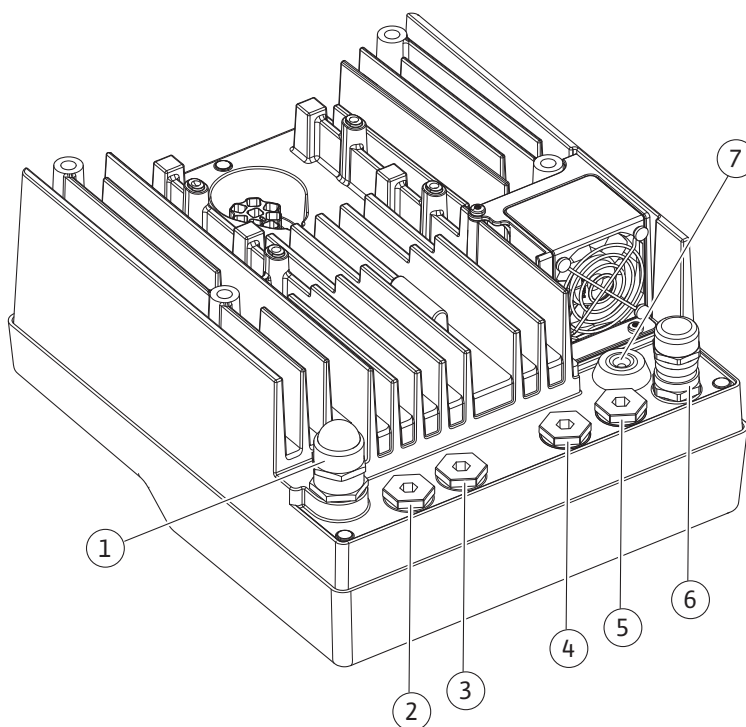

Fig. 10: Кабельні нарізні з'єднання/кабельні під'єднання
Екран під'єднується до кабельного вводу електронного модуля (Fig. 10).
4. Провести під'єднувальний кабель через кабельне нарізне з'єднання M25 (Fig. 10, поз. 1). Затягніть кабельне нарізне з'єднання з передбаченим крутним моментом.